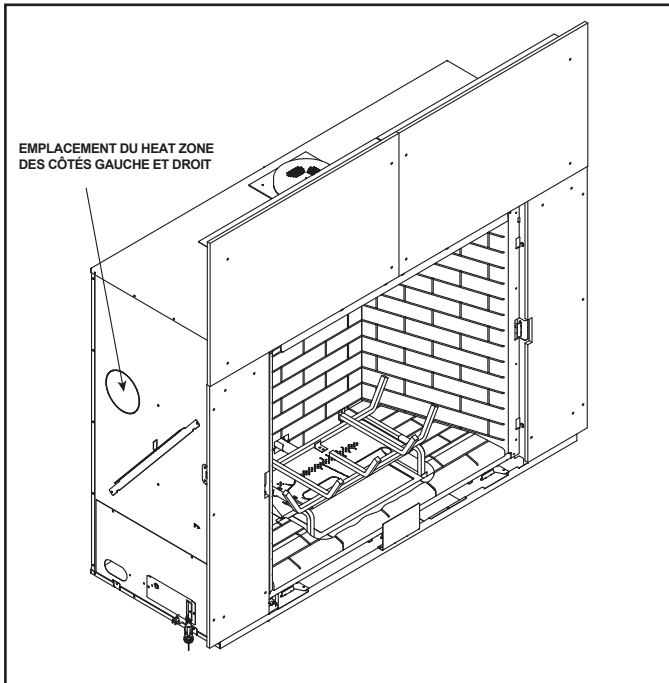

Figure 5.5 Couvercle du Heat Zone
- Localisez les orifices d'accès au Heat-Zone® à la gauche et à la droite de l'appareil. Voir la figure 5.5. Retirez les alvéoles défonçables de l'appareil à l'aide de cisailles de ferblantier.